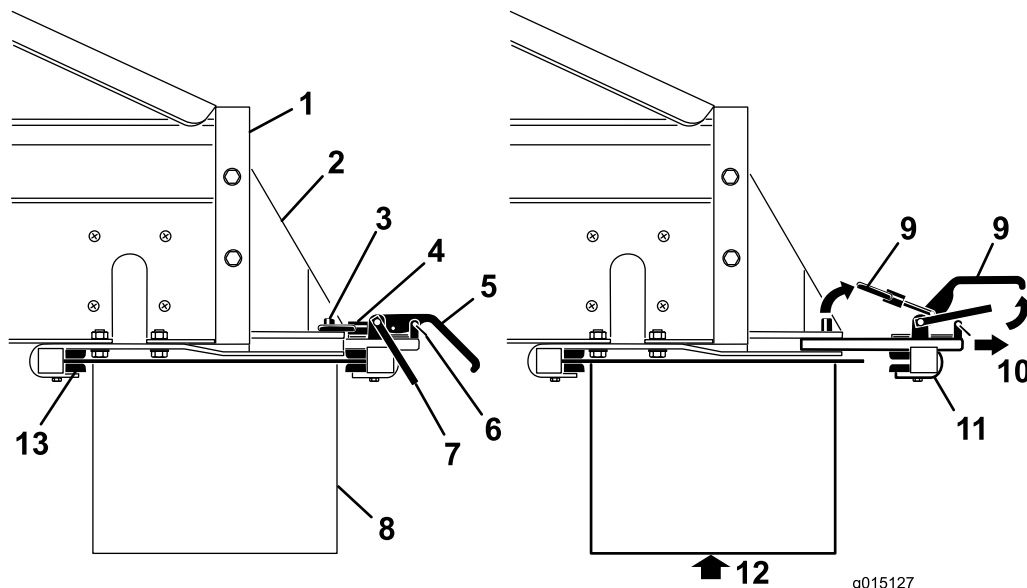

Figura 49
- Retire los seguros de los cierres de seguridad de las palancas de apriete (Figura 49).
- Levante el cierre de seguridad, luego levante las palancas de apriete del accesorio y libere los anillos de bloqueo de los pasadores de bloqueo (Figura 49).
- Deslice la abrazadera trasera de acoplamiento del accesorio hacia fuera para liberarla de las ranuras de acoplamiento rápido (Figura 49).
6. Con la ayuda de otra persona, introduzca el borde delantero de la cinta transportadora transversal/kit de giro entre las mordazas delanteras de los soportes, subiéndolo desde debajo de la parte trasera del (Figura 49).
7. Apoyando la cinta transportador transversal/kit de giro, vuelva a colocar la mordaza trasera de acoplamiento del accesorio en las ranuras de los soportes, y sobre el borde trasero (Figura 49).
9. Instale los seguros de los cierres de seguridad en las palancas (Figura 49).